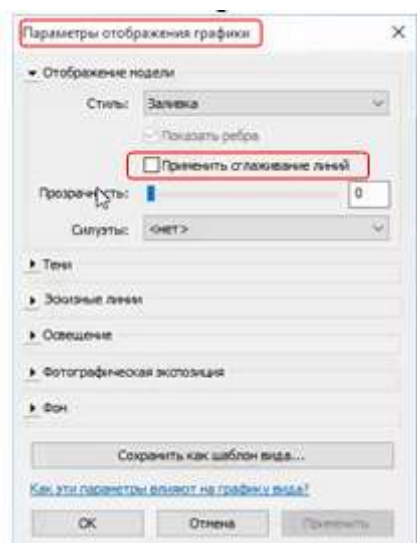

Рисунок 9.27
- Если на экране есть скривление линий, то в **Параметрах отображения графики** поставить галочку напротив *Применить сглаживание линий* – рисунок 9.27; линии становятся ровнее, но повышается нагрузка на компьютер.